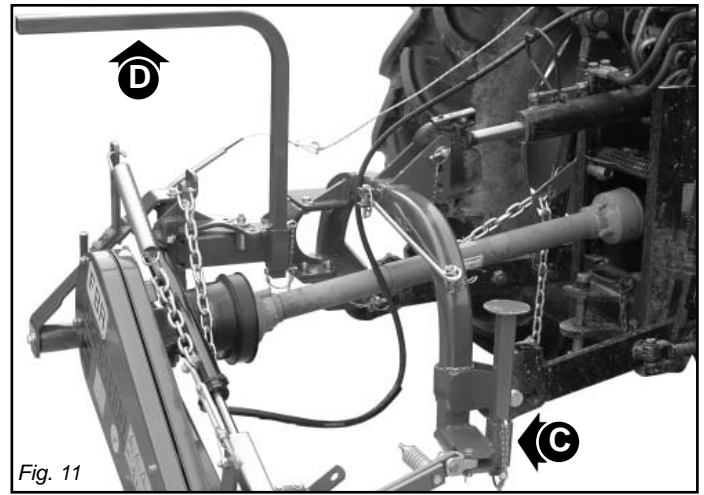

Fig. 11
- 48) Antes de poner en función la segadora controlar que se hayan quitado de abajo de la segadora los pilares de sostén (C y D, fig. 11) controlar que la segadora haya sido montada y regulada correctamente; controlar que la máquina esté perfectamente en orden y que todos los órganos que sufren desgaste y deterioro estén en buen estado.